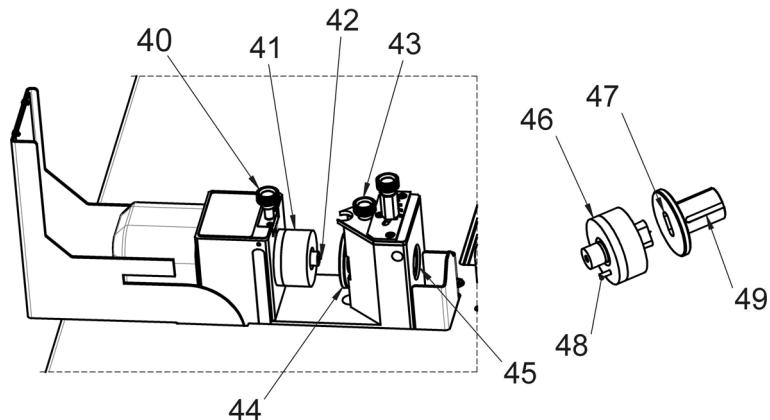

Рис. 7: Штамповка отверстий в токовых шинах
Штамповка отверстий в медных или алюминиевых шинах производится с помощью пуансона (рис. 7, 41) и соответствующей матрицы (рис. 7, 44).
Пуансоны и матрицы для штамповки продолговатых отверстий имеют дополнительные штифты (рис. 7, 48) или пазы (рис. 7, 49), которые упрощают точность углового позиционирования.
- Вставить штамповочную матрицу (рис. 7, 44) в базовый корпус и зафиксировать с помощью винта (рис. 7, 43). При использовании матрицы для продолговатых отверстий установите соответствующий паз (рис. 7, 49) по направлению вверх.
- Вставить пуансон с неопреновым очистителем (рис. 7, 41) в крепление инструмента силового плунжера и зафиксировать с помощью винта (рис. 7, 40). У пуансонов для штамповки продолговатых отверстий (рис. 7, 46) убедиться, что позиционирующий штифт (рис. 7, 48) правильно установлен в отверстие силового плунжера и соответствует направлению продолговатого отверстия у матрицы.
- Установить центрирующую головку штампа (рис. 7, 42) непосредственно на точку накернивания. Таким образом, можно создать точный контур штамповки.